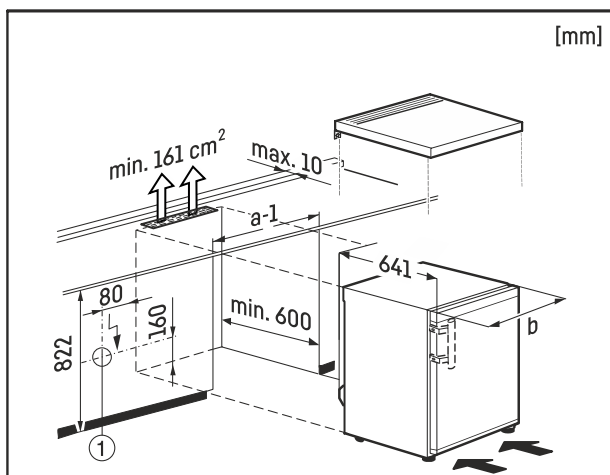

Fig. 8
Розетка Fig. 8 (1) має бути розташована в легкодоступному місці, за межами задньої сторони пристрою.